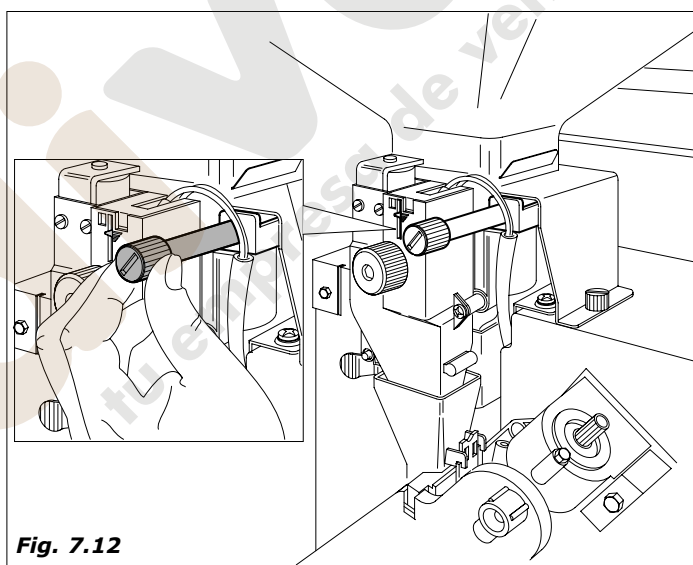

Fig. 7.12
- **Regulación del grado de molienda.** Girar el tornillo (Fig.7.12) para obtener los resultados deseados. Girando a la derecha se obtiene un molido fino; girando a la izquierda se obtiene un molido grueso. Después de la regulación hay que efectuar 3 erogaciones de producto para verificar que la regulación sea justa, cuanto más fino es el gramaje, mayor será el tiempo empleado en la erogación del producto.